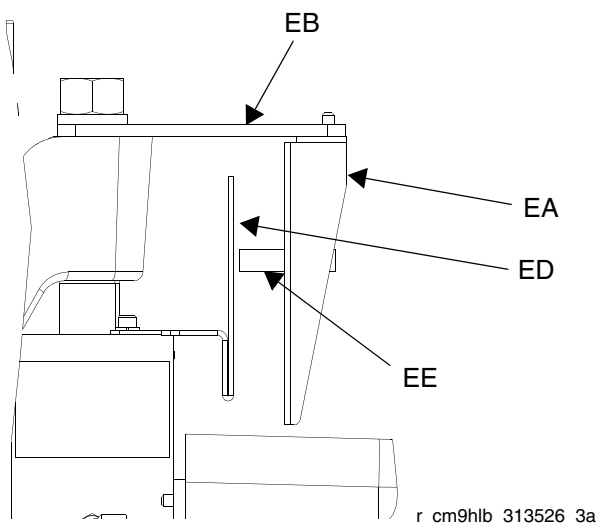

ABB. 10: Zufuhrsysteme S20
5. Für Zufuhrsysteme S20: Befestigen Sie den Aktuator (ED) an der Ramzylinder-Endkappe, damit der Sensor (EE) die Vorderseite des Bügels (ED) auf der richtigen Höhe für niedrigen Füllstand bzw. leeren Behälter passiert. Siehe ABB. 10.